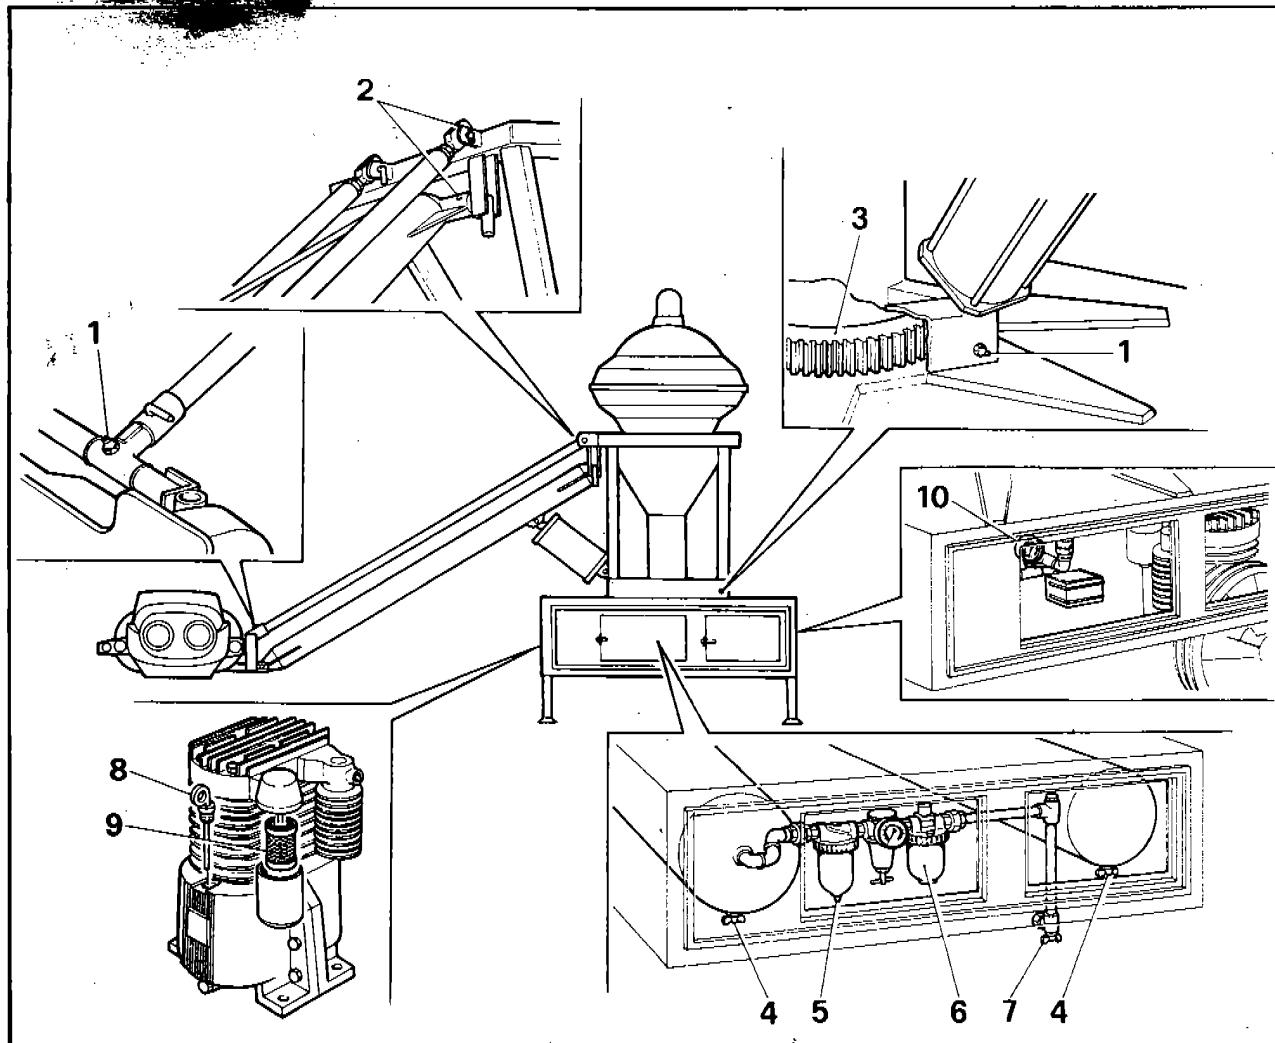

Fig. 4
- b) Grease points (1 - Fig. 4) and oil points 2/3 Fig. 4.
- c) Close drain faucets (4 Fig. 4) located beneath each tank and tap (7 Fig. 4) located on the air piping.
- b) Ingrassare i punti (1 - Fig. 4) ed oliare i punti 2/3 Fig. 4.
- c) Chiudere i rubinetti (4 Fig. 4) di scarico condensa, posizionati sotto ciascun serbatoio, e il rubinetto (7 Fig. 4) posizionato sul circuito di distribuzione aria.
- d) Check the oil level by dipstick (8 Fig. 4) and follow the directions in Maintenance section, chapt. «Compressor - Lubrication».
- e) Check the oil level in the oiler (6 Fig. 4). Also verify that two drops of oil fall into the circuit every time the cars are simultaneously lifted at (90 Lbs/Sq. In.) pressure. If necessary adjust the oiler as per Maintenance Section, chapt. «Oiler adjustment».
- f) Check the air filter (9 Fig. 4) according to directions in Maintenance Section chapt. «Suction filter and faucet».
- g) A wait until that pressure gauge (10 Fig. 4) shows at least (90 lbs/Sq. In.) pressure.
- Drain condensate off, tightening the screw on the bottom of the drain filter assembly (5 Fig. 4).
- d) Controllare il livello olio compressore con l'apposita astina (8 Fig. 4) seguendo le istruzioni descritte nella Sezione Manutenzione capitolo «Lubrificazione compressore»
- e) Controllare il livello olio nell'oliatore (6 Fig. 4). Controllare inoltre che nel circuito aria cadano due gocce d'olio ogni volta che tutti i soggetti vengono alzati contemporaneamente, alla pressione di 6 atm. Se necessario, procedere alla regolazione dell'oliatore come descritto alla Sezione Manutenzione capitolo «Regolazione del lubrificatore».
- f) Controllare il filtro aria (9 Fig. 4) seguendo le istruzioni descritte nella sezione Manutenzione capitolo compressore «Filtro di aspirazione e scarico condensa».
- g) Attendere che il manometro (10 Fig. 4) segni una pressione di almeno 6 Atm.
- Scaricare la condensa avvitando la vite che si trova in fondo alla tazza del gruppo filtro scarico condensa (5 Fig. 4).
- a) **Dirty air-intake filter:** clean the inside filter (9 Fig. 4) carefully after having taken off the clamping nut.